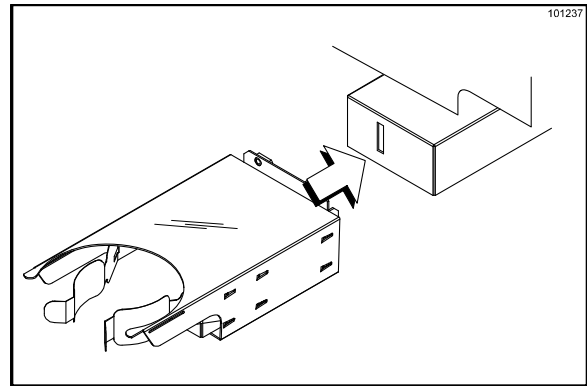

Figura 167
3. Instale o porta-copos de shake. (Veja a Figura 167.)